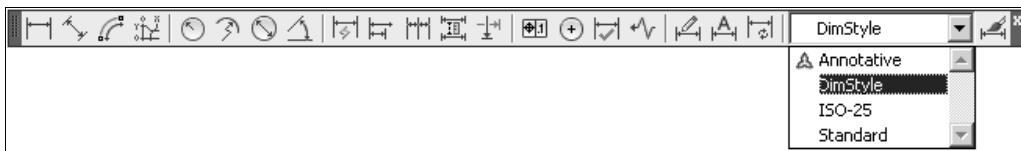

Рис. 13.10. Раскрывающийся список размерных стилей на панели инструментов **Dimension**
- ◆ из раскрывающегося списка панели инструментов **Dimension** (Размеры) (рис. 13.10). Ее можно установить на экране с помощью горизонтального меню, выбрав из него **Tools** (Сервис) | **Toolbars** (Панели инструментов) | **AutoCad**, а затем из появившегося списка ее наименование.